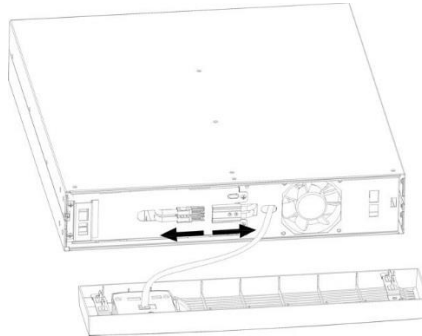

Abbildung 25: Trennen der Batterie-Steckverbindung
2. Trennen Sie die Batterie-Steckverbindung (s. Abbildung 25).